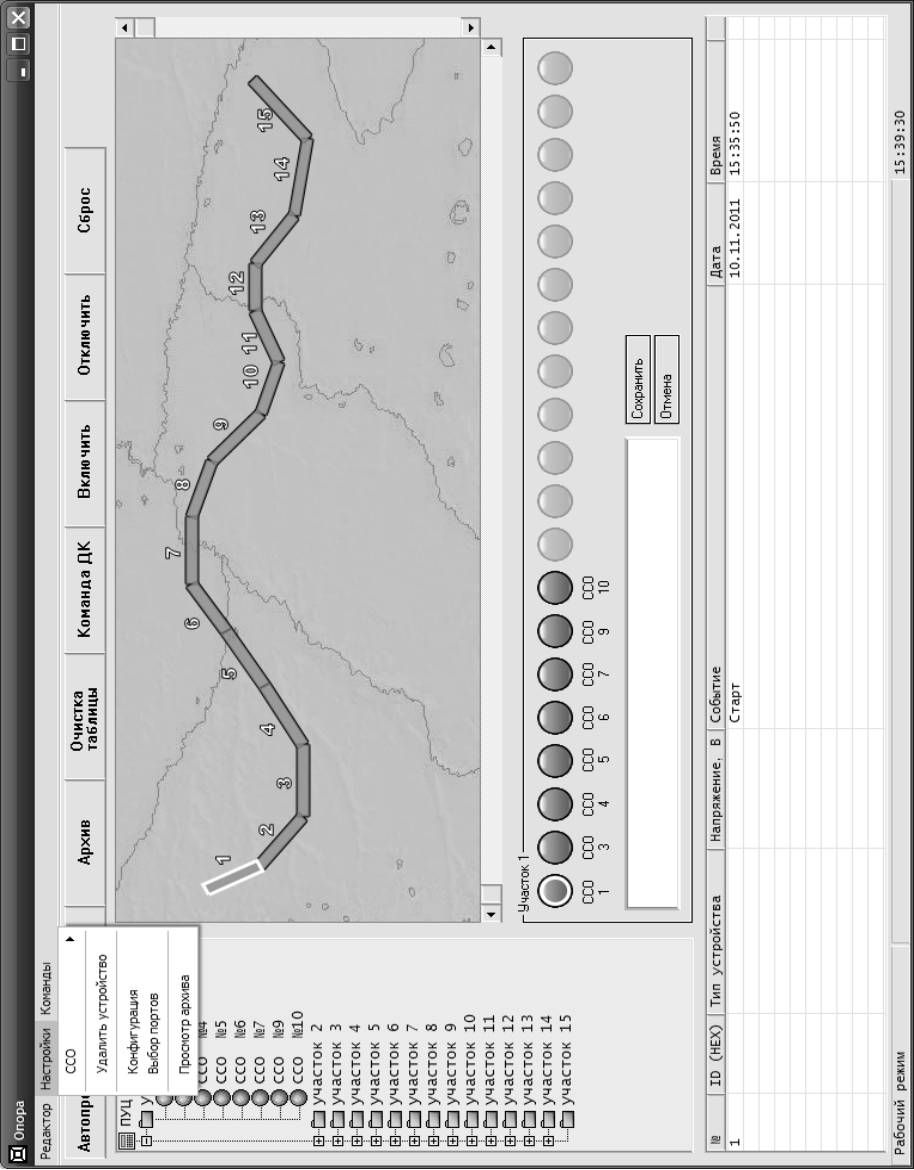
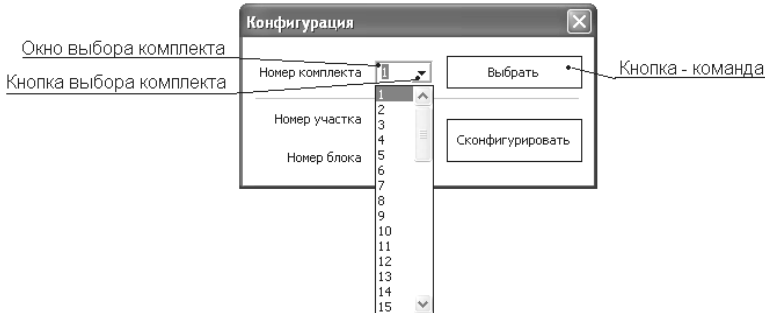

Рисунок 7.6 - Меню «Настройки»
Рисунок 7.8 – Меню «Конфигурация»
Для открытия меню выбрать «Настройки», в окне «Опора» отобразиться меню «Настройки» рисунок 7.6.
- выбрать «Конфигурация» в меню «Настройки» (рисунок 7.6), отображается меню «Конфигурация», рисунок 7.8;
- выбрать «Конфигурация» в меню «Настройки» (рисунок 7.6);
- щелкнуть кнопку «Сконфигурировать», должна появиться пиктограмма конфигурированной составной части комплекса (рисунок 7.6).